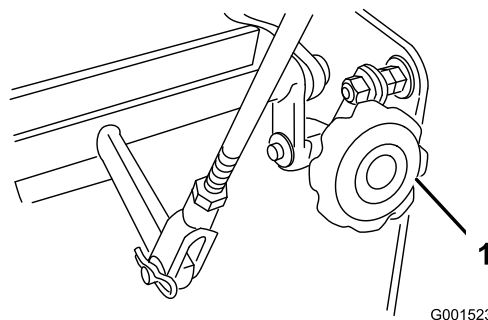

Рисунок 41
- Если машину уводит в ту или иную сторону, поверните ручку быстрой настройки тяги. Поверните ручку направо, чтобы машина держала курс правее, и налево, чтобы машина держала курс левее (Рисунок 41).